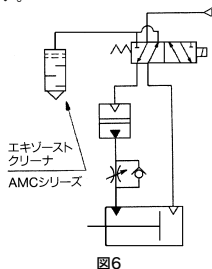

図6
- エアサイドロシリンダの作動時、回避できない微量な揺動漏れが発生します。特に片側サイドロの場合空気圧側に漏れた作動油は切替弁より外部に排出され切換弁の周囲を汚すためエキゾーストクリーナ(AMCシリーズ)を設置してください。(図6)